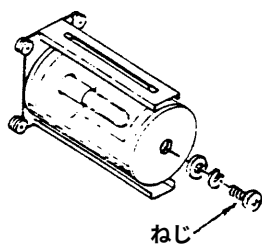

図4-30
- ★ページ4-16 4-7項 (1) - ② 乾燥剤の取り付け向きを変更，図4-29，図4-30 部品名追加